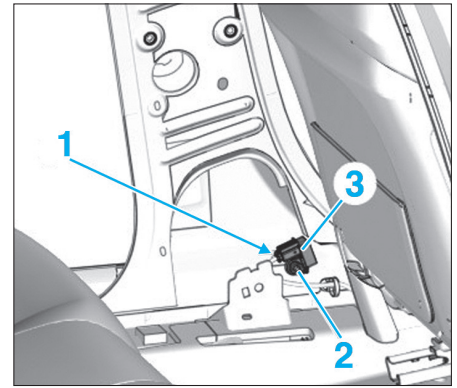

Fig. 21
- Débrancher le connecteur en (1) (Fig.21).
- l'écrou (2),
- le capteur de collision d'airbag latéral (3).